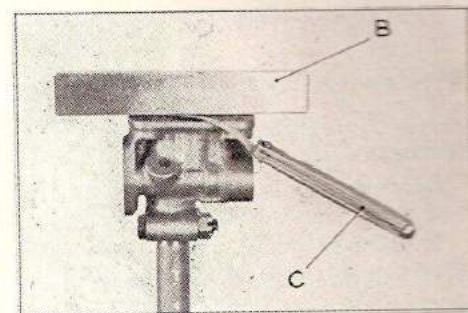

Fig. M 37.
A l'aide d'une règle (B) et d'un jeu de cales (C), mesurer le jeu entre la face d'appui du fond de pompe et les pignons (fig. M 37).